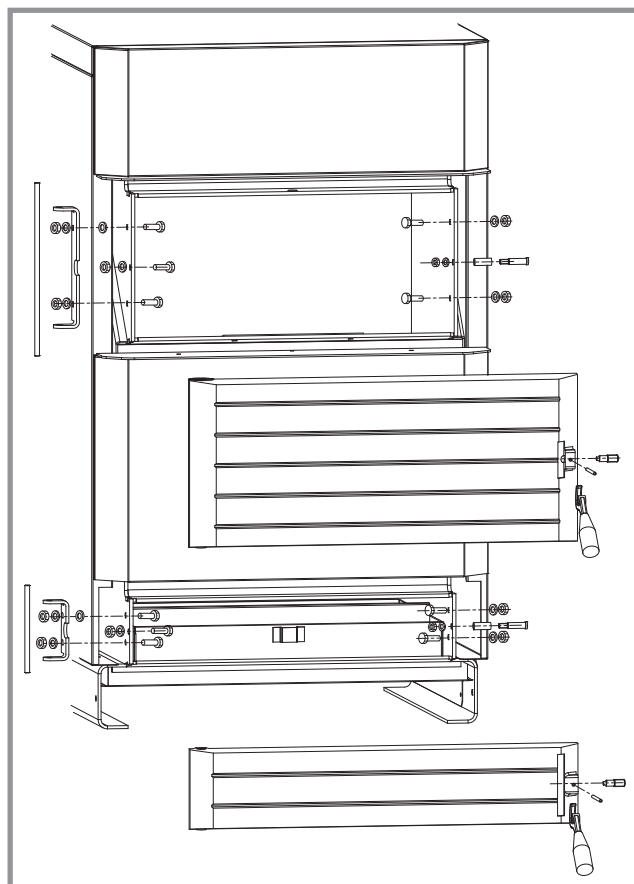

Figure 8 - Portes réversibles
- Enlever l'axe de la porte et déposer la porte (fig. 8).